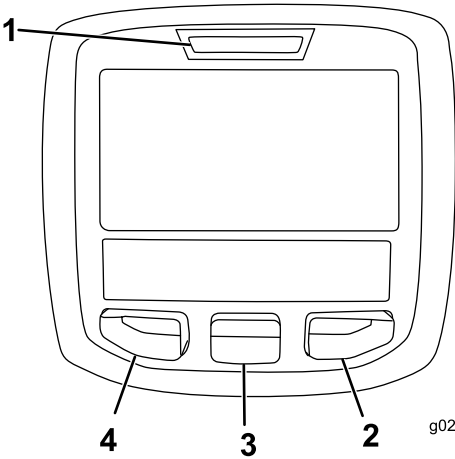

Figura 22
La pantalla LCD del InfoCenter muestra información sobre la máquina, como por ejemplo el estado operativo, diferentes diagnósticos y otra información sobre la máquina (Figura 22). Hay una pantalla de inicio, una pantalla de información principal, una pantalla de información de los motores de las unidades de corte (UC) y una pantalla de información de tracción.